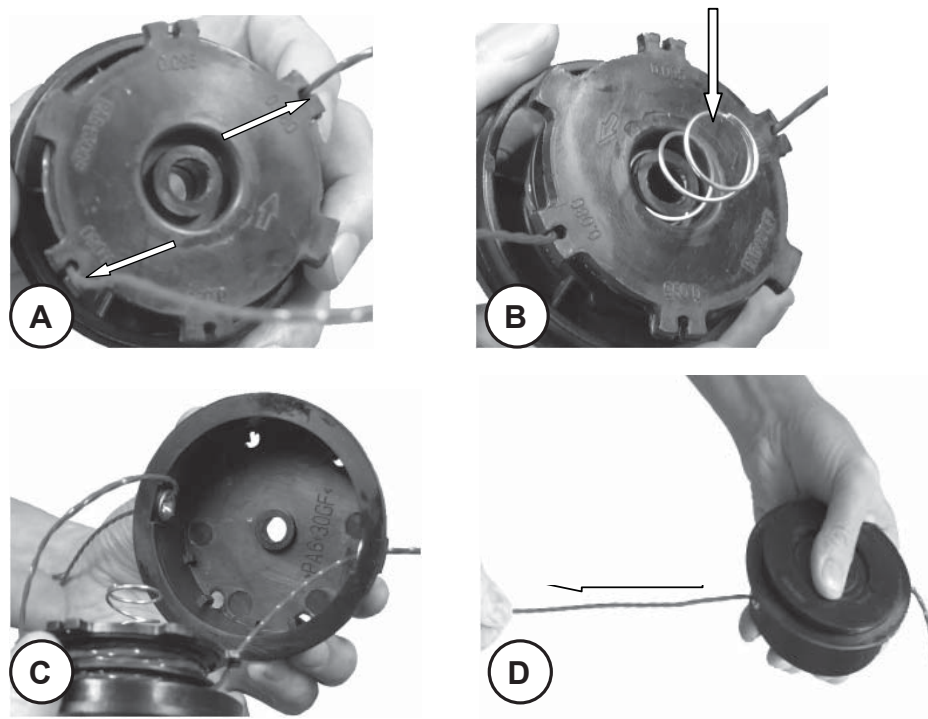

Рис.7
4. Закрепите корд в разъемах на катушке (Рис.6D, Рис.7А)
6. Вставьте концы лески в отверстия на корпусе катушке и установите катушку в корпус( Рис.7С)